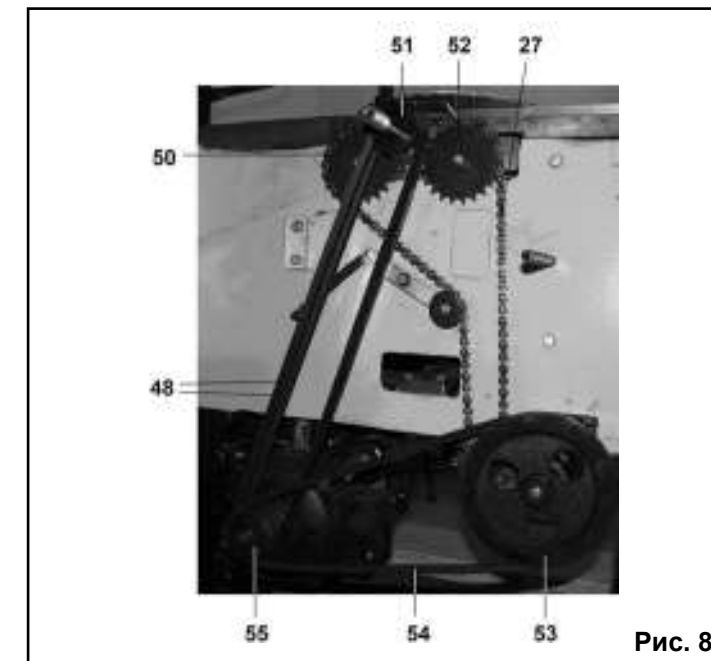

Рис. 8
8.2.3. Как показано на Рис. 8, установите цепь (27).